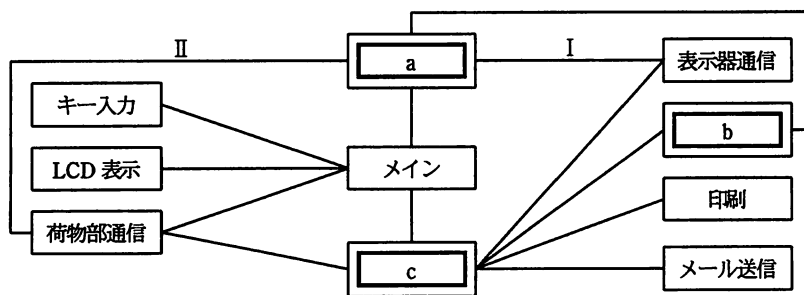

図2 制御部のタスク関連図
- (1) 図2中の ～ に入れる適切なタスク名を答えよ。
- (2) 図2中のIで送信されるメッセージに含まれる情報として、住戸番号と荷物データの削除指示のほかに必要な荷物データの情報を答えよ。